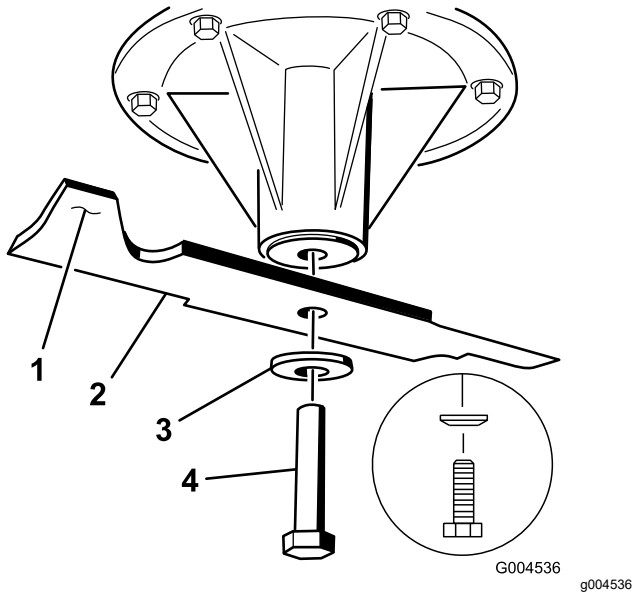

Figura 86
- Instale las cuchillas izquierda y central, las arandelas curvas y los pernos de las cuchillas en los ejes (Figura 86 y Figura 87).
Nota: Asegúrese de que el cono de la arandela curva esté orientado hacia la cabeza del perno (Figura 86).
2. Instale la cuchilla derecha, la arandela curva y el perno de la cuchilla (perno con rosca a izquierdas) en el eje (Figura 86 y Figura 87).